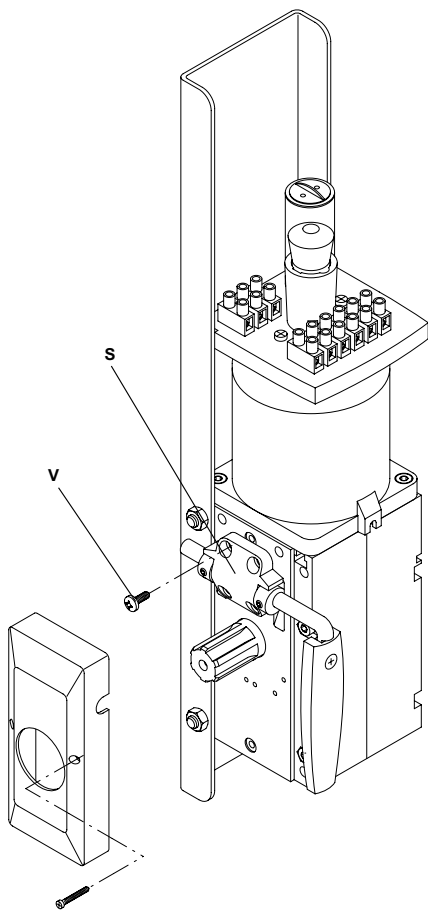

Fig.14
• Togliere il supporto S svitando le 4 viti V (fig. 14).
- Remove the support S unscrewing the 4 screws (fig. 14).
- Die Stütze S nehmen aufschraubend die 4 Schrauben (Bild 14).
- Enlever le support S en dévissant les 4 vis (fig. 14).